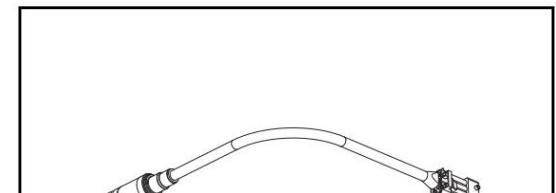

图1-21 查询凸轮轴位置传感器的作用
(3) 点击目录部件说明，查询凸轮轴位置传感器CMP的作用，如图1-21所示。凸轮轴位置传感器是一种位于凸轮轴外侧盖的霍尔效应传感器，用来撷取第1缸进气凸轮轴凸起的信号。凸轮轴位置传感器是不可调整的并且在安装时不需要进行设定程序。